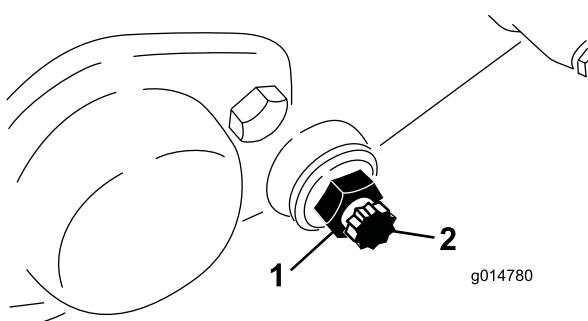

图57
3. 在机器的两侧松开固定底刀架螺栓 图57 的锁紧螺母。
4. 拆下两个底刀架螺栓向下拉动底刀架并从机器上拆下来。保存底刀架(图57)各端的 2 个尼龙和 2 个冲压钢垫圈。